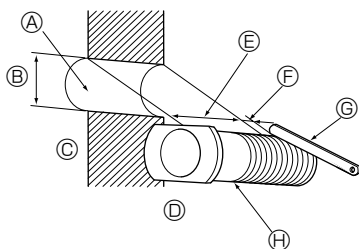

Fig. 3-6
3.4.1. Löcher bohren (Fig. 3-6)
- ① Bohren Sie Löcher von $\varnothing 65$ mm oder $\varnothing 75$ mm von etwa 5–7 mm Tiefe und leicht abwärts zum Raum geneigt.
- ② Die Wanddurchbruchhülsen in die Bohrungen einsetzen.